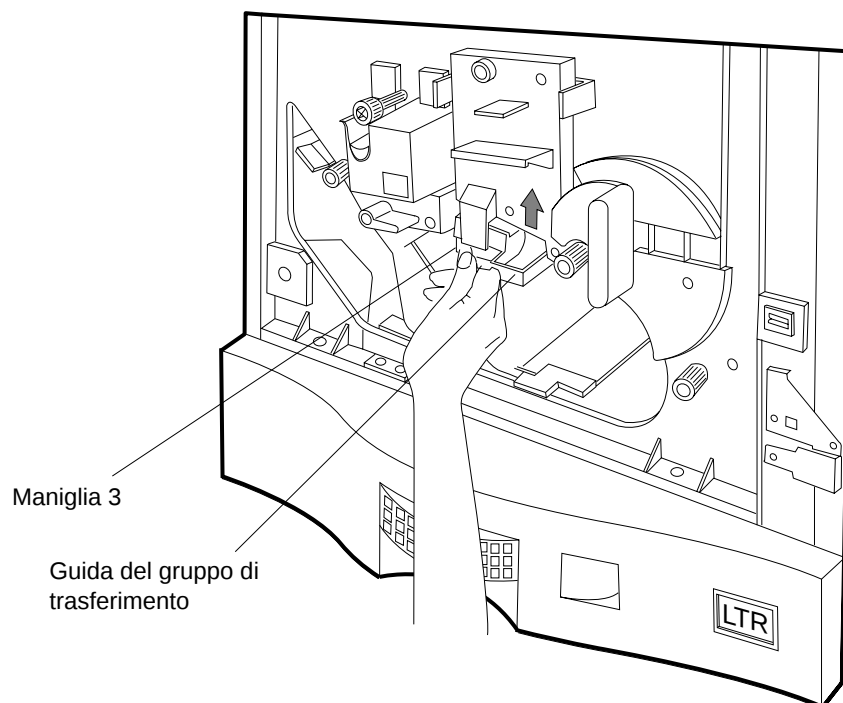

Figura 4-32 Fissaggio del gruppo di trasferimento
3. Fissare la guida del gruppo di trasferimento sollevando la maniglia 3 fino a che non si blocca al proprio posto, come mostrato nella Figura 4-32.